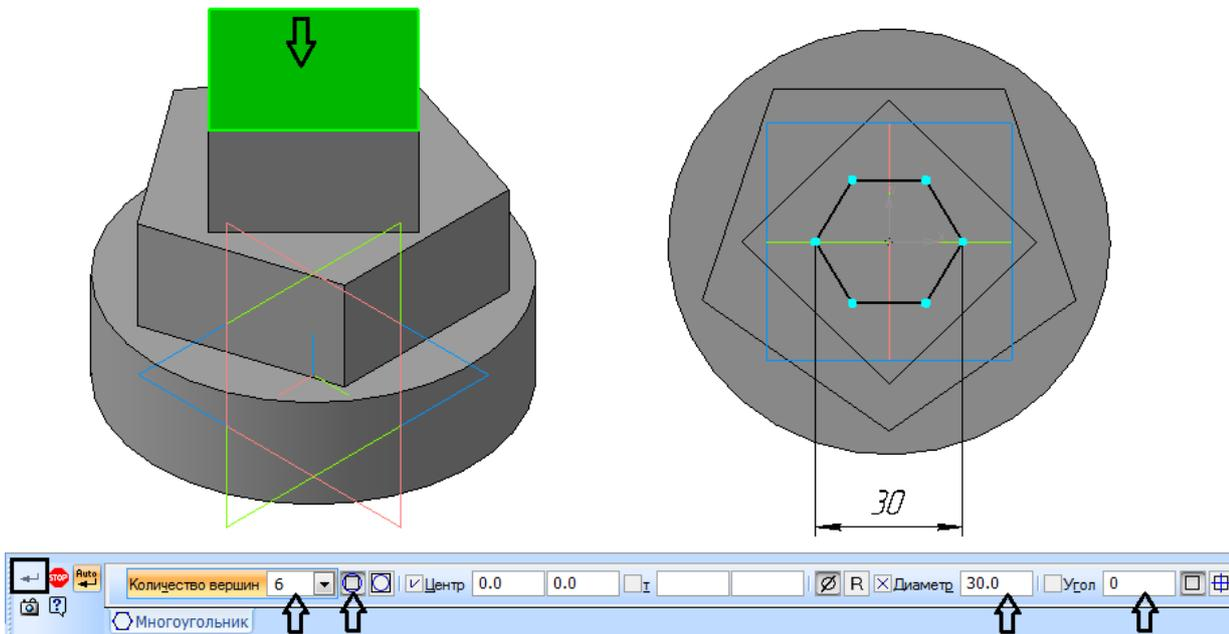

Рисунок 32.
12. На компактной панели  **Геометрия** выберите команду  **Многоугольник** (находится под кнопкой прямоугольника). Задайте количество вершин «6», по описанной окружности,  $\varnothing 30\text{мм}$ , угол **0** градусов [Enter], зафиксируйте в центре квадрата (рисунок 32).